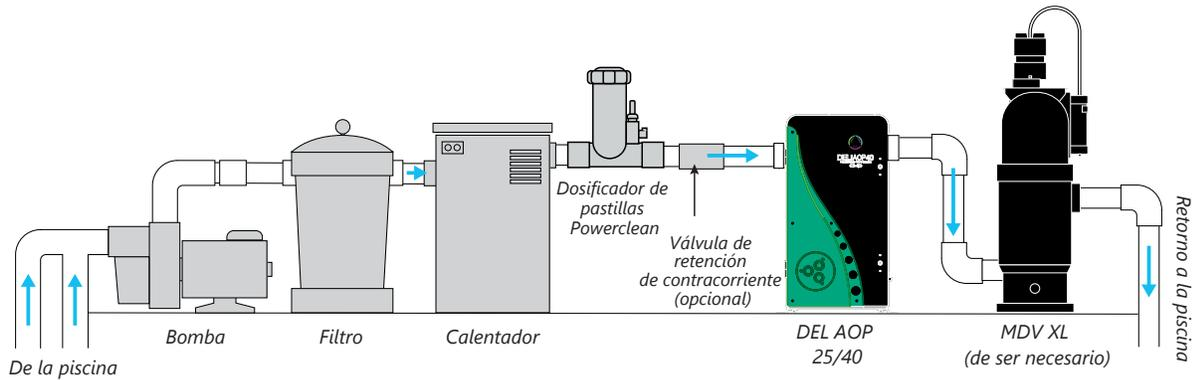

Figura 5: Ubicación típica del sistema DEL AOP en el circuito de plomería de la piscina
- Utilice los conectores de la unión proporcionados para conectar la entrada y la salida del sistema DEL AOP a la plomería de la piscina, como se muestra en la figura 5.
- Para la instalación con otros desinfectantes y limpiafondos para piscina, véase el anexo A. Las figuras 2 y 3 muestran las dimensiones relacionadas. La figura 5 muestra un diagrama simplificado de plomería.